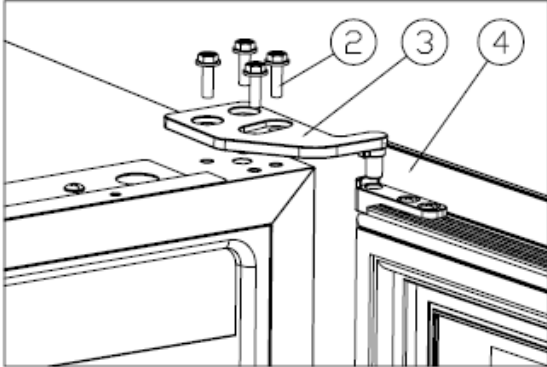

Figure 1
Desenrosque los tornillos M5*16 (2), quite la bisagra superior derecha (3) y retire la puerta..[Figure 1].